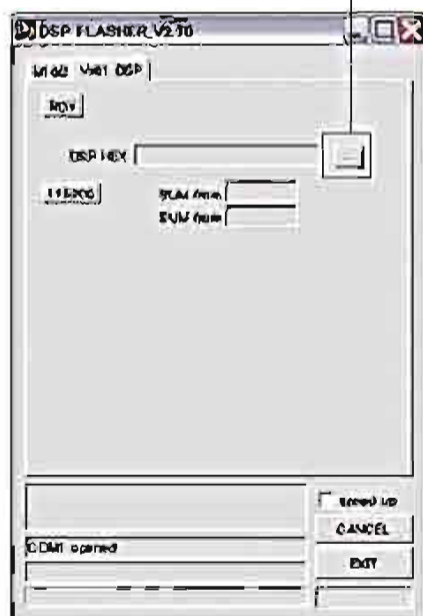

Fig. 5
3. Click [...], and select the firmware name. (Fig. 5)
3. [...] をクリックし、書き込むファームウェアを選択します。(Fig 5)